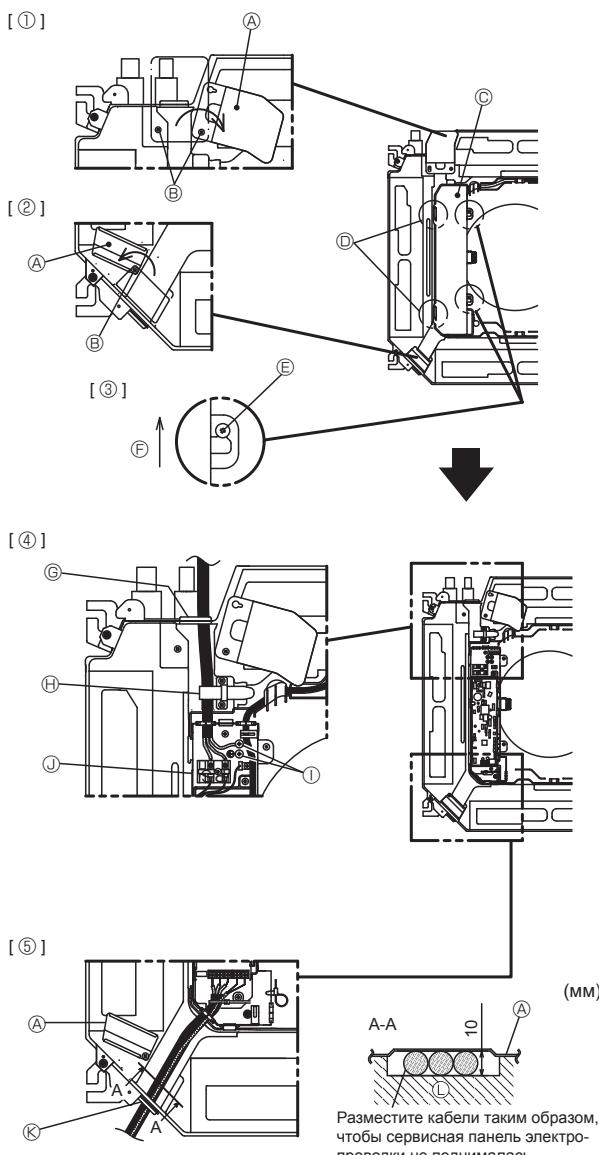

Fig. 5-1
5.1. Внутренний прибор (Fig. 5-1)
1. Ослабьте 2 винта, обеспечивающих фиксацию сервисной панели электропроводки, а затем поверните ее. [Fig. 5-1 ①]
2. Ослабьте один винт, фиксирующий сервисную панель электропроводки на кабельном вводе (кабель пульта дистанционного управления и кабель внутреннего-наружного подключения), и затем поверните сервисную панель в положение, указанное на диаграмме. [Fig. 5-1 ②]
3. Ослабьте 2 винта, крепящих крышку распределительного щита, а затем сдвиньте ее. [Fig. 5-1 ③]
4. Проложите силовой кабель и кабель заземления через вводы проводки, указанные на диаграмме. [Fig. 5-1 ④]
5. Проложите кабель пульта дистанционного управления и кабель внутреннего-наружного подключения через вводы проводки, указанные на диаграмме. [Fig. 5-1 ⑤, Fig. 5-2, Fig. 5-3]